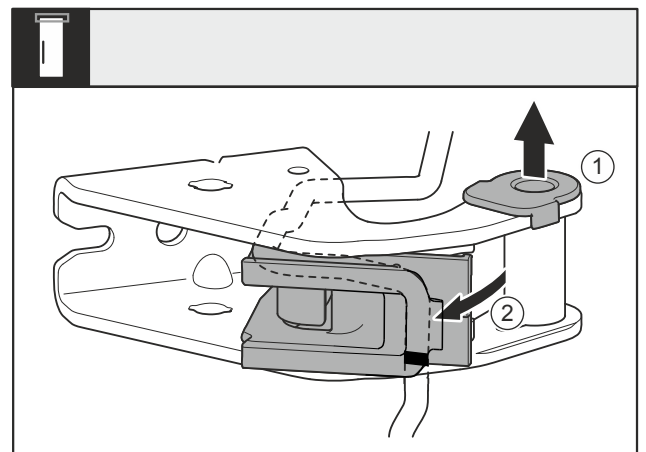

Fig. 15
- Lagerbus Fig. 15 (1) uit de geleiding trekken.
- Kabelhouder Fig. 15 (2) er uit draaien.